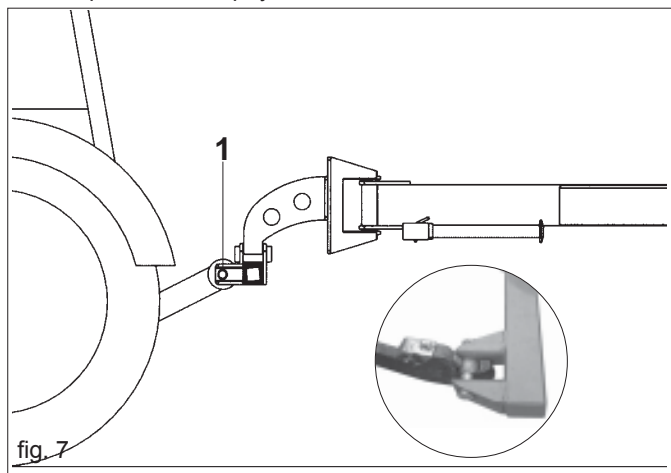

fig. 7
- 1) Enganchar las barras del elevador en los pernos predispuestos (1 Fig. 7). Bloquear con el pasador de muelle.
- 3) Aflojar y desenganchar el tercer punto, luego el primero y el segundo (Fig. 7).